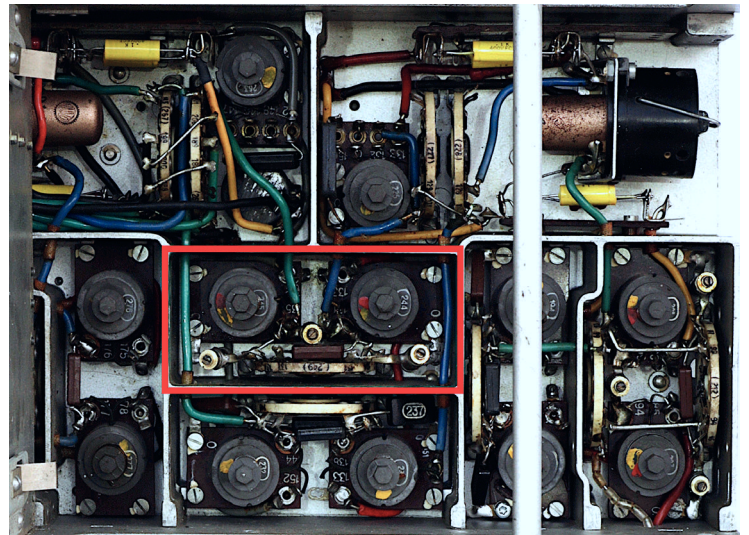
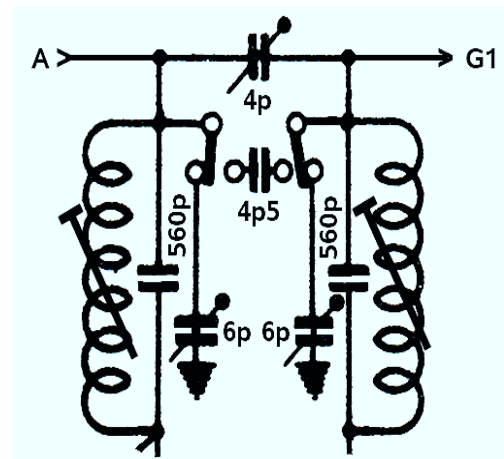
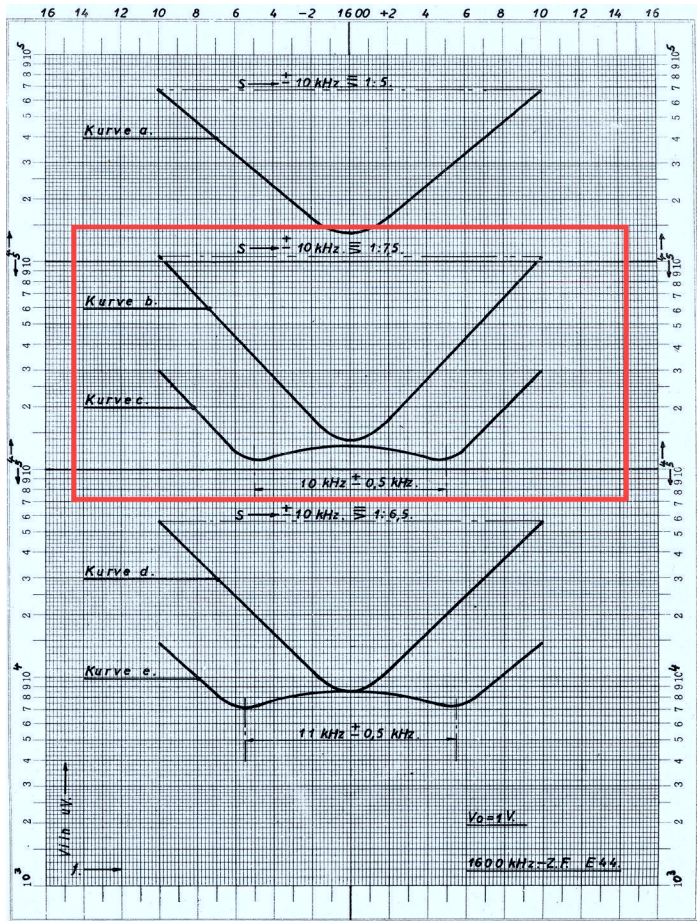

Bild 16: ZF Bandpassfilter und Verstärker
Bild 17: Mittleres ZF-Filter 1600kHz
Bild 18: Vorgaben 1600 Hz ZF-Abstimmung
Die Anleitung gibt Kurven vor, um die richtigen Bandbreiten für die «breite» und «schmale» Einstellung bereitzustellen (Bild 18). Die Arbeitsschritte beginnen mit dem Detektorfilter, vor dem nächsten Schritt werden bereits abgestimmte Filter bedämpft. Die Arbeit erfordert Abdeckplatten mit passenden Durchbrüchen für die Abstimmwerkzeuge. Da diese dem Autor nicht zur Verfügung standen und der Versuch fehlschlug, temporäre Abdeckungen zu verwenden, mussten die Löcher in die vorhandenen Deckel leider gebohrt werden.
Am Beispiel des mittleren Filters (Bild 16 + 18 rot markiert, Schema Bild 17) soll das Vorgehen kurz skizziert werden:
5. Wieder auf Stellung «schmal», diesmal Kerne belassen und mit beiden Paralleltrimmern 6p auf Maximum nachstimmen. Im Gerät Nr. 141 wurden die Kurven nach Bild 18 erreicht – allerdings nicht gleich im ersten Durchgang! Es zeigte sich, dass die ersten beiden Schritte «schmal» die definierten Werte bringen müssen damit das Filter nachher bei «breit» richtig eingestellt werden kann. Die Summe der Kurven in Bild 16 ergibt dann in der 1600kHz ZF die gewünschte Gesamtbandbreite von $\pm 2.5\text{kHz}$ oder $\pm 5.5\text{kHz}$.